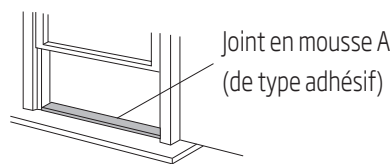

Fig. 8
1. Découpez le joint en mousse (de type adhésif) à la longueur appropriée, puis fixez-le sur la traverse de la fenêtre. Fig. 8